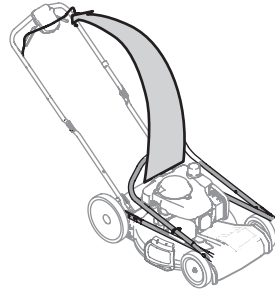

Figure 7
3. Assurez-vous que la tondeuse est stable, relevez le guidon et dépliez la partie supérieure. Voir Figure 7. La partie inférieure doit être bien fixée dans les supports. Veillez à ne pas pincer le câble de commande de la lame ou le câble d'entraînement lorsque vous relevez le guidon.